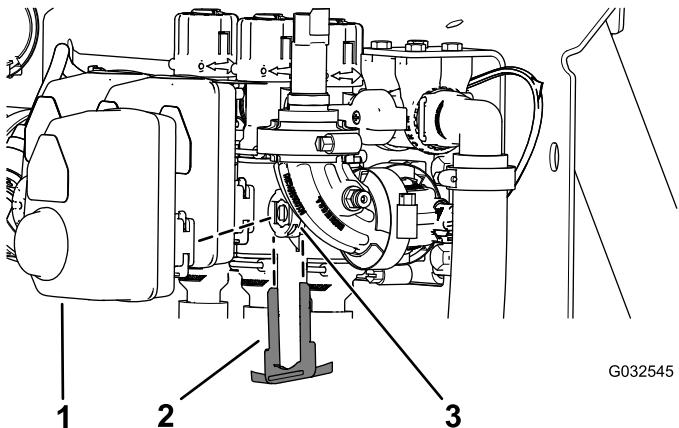

Bild 107
2. Entfernen Sie den Halter, mit dem der Aktuator am Verteilerventil für das Abschnittventil oder das Rührwerkventil befestigt ist (Bild 107).